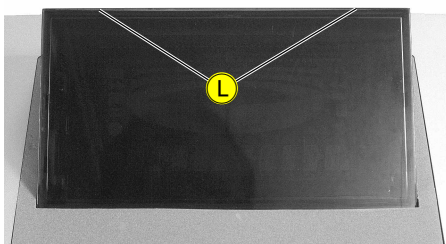

Fig. 4
- 2 Rastnasen  $\textcircled{L}$  austrasten und Displayabdeckung abnehmen (Fig. 4).
- Undo 2 catches  $\textcircled{L}$  and remove the Display cover (Fig. 4).